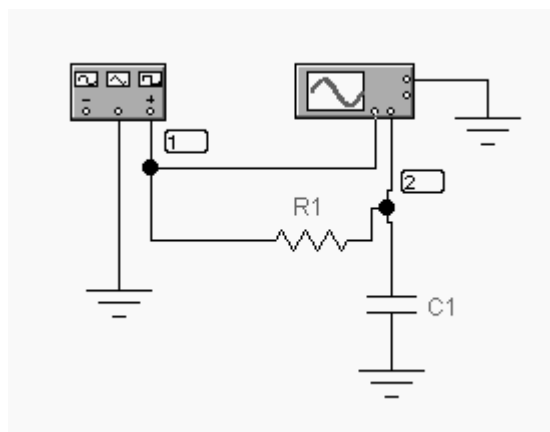

Рис. X7. Схема електричного кола
2.1.5. Спосіб дослідження полягає у виконанні обчислень за допомогою програми, вбудованої в EWB. Для використання цієї програми необхідно позначити місця з'єднання елементів кола. Для цього в меню **Circuit** вибрати **Schematic options**, і у вікні, **Show / Hide** включити опції **Show Reference ID** і **Show nodes**. Схема набуде вигляду (рис. X7):